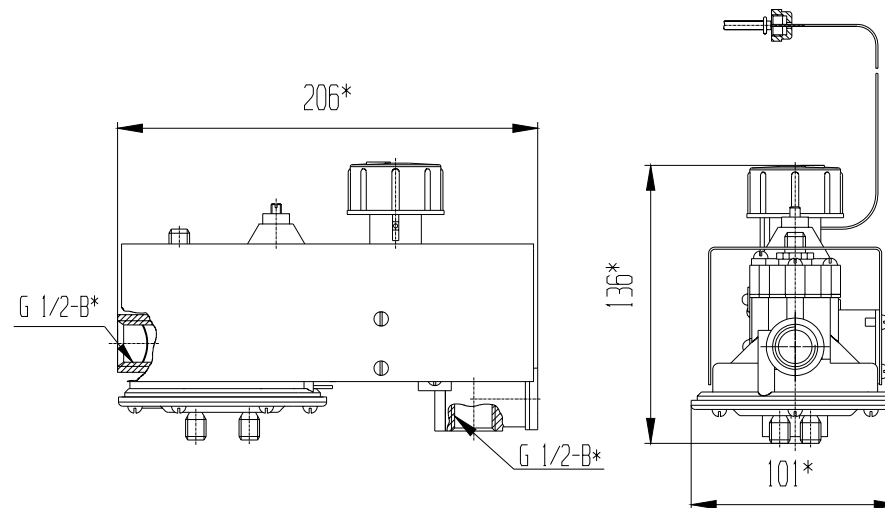

Рис.1 Габаритные и присоединительные размеры блока управления автоматики САБК – С – РД
5.2 Габаритные и присоединительные размеры приведены на рис. 1.